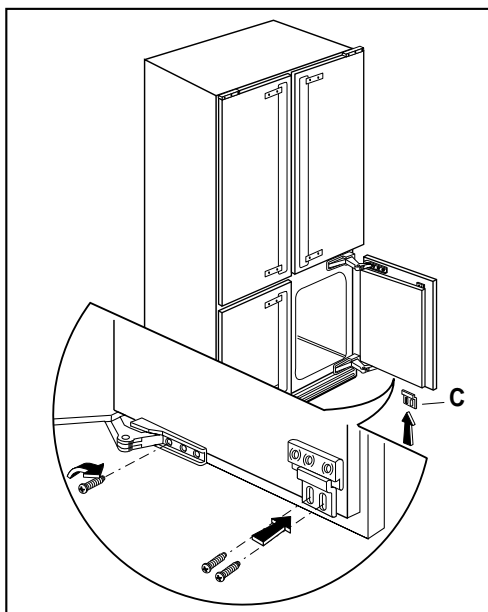

Fig. 7
- Mettre l'applique inférieure **C**, avec deux vis, et fixer la charnière en faisant passer une vis dans la fente verticale (Fig. 7).